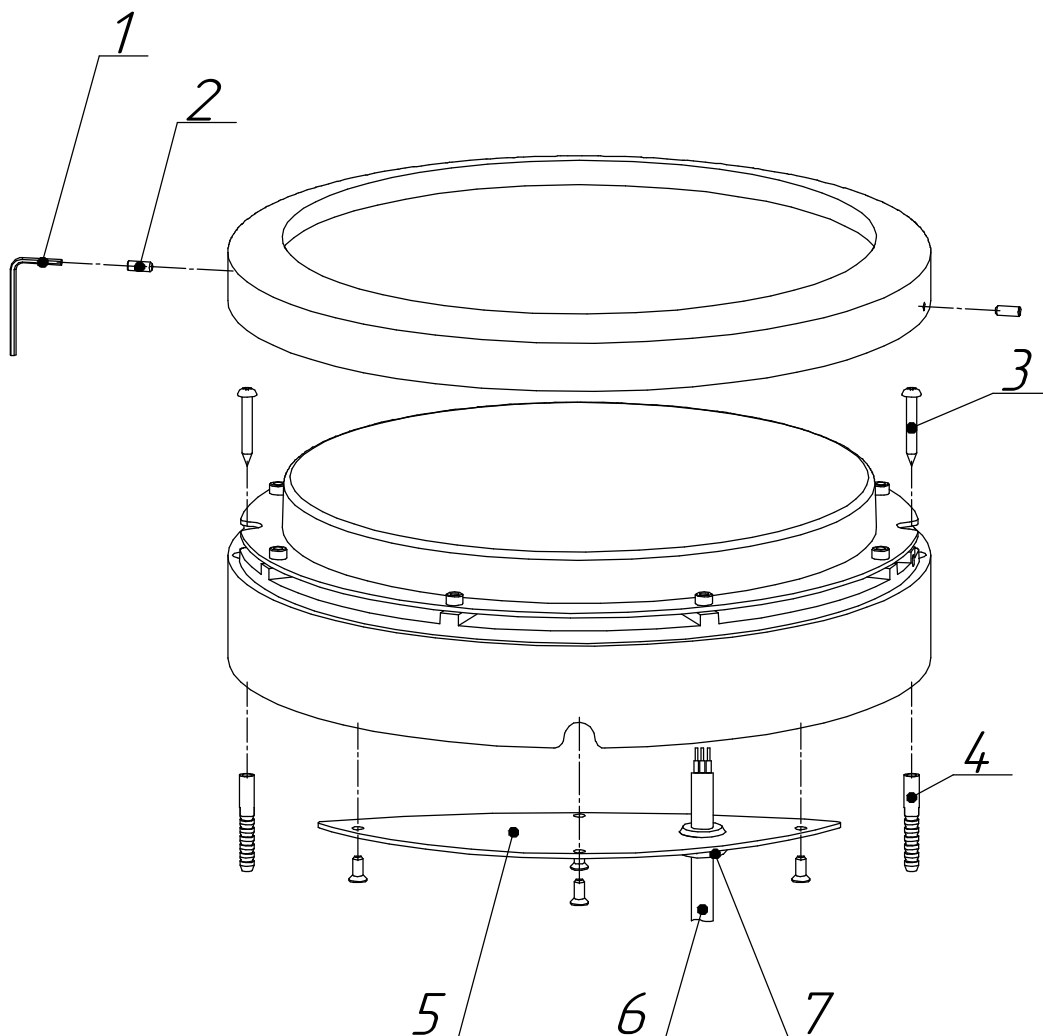
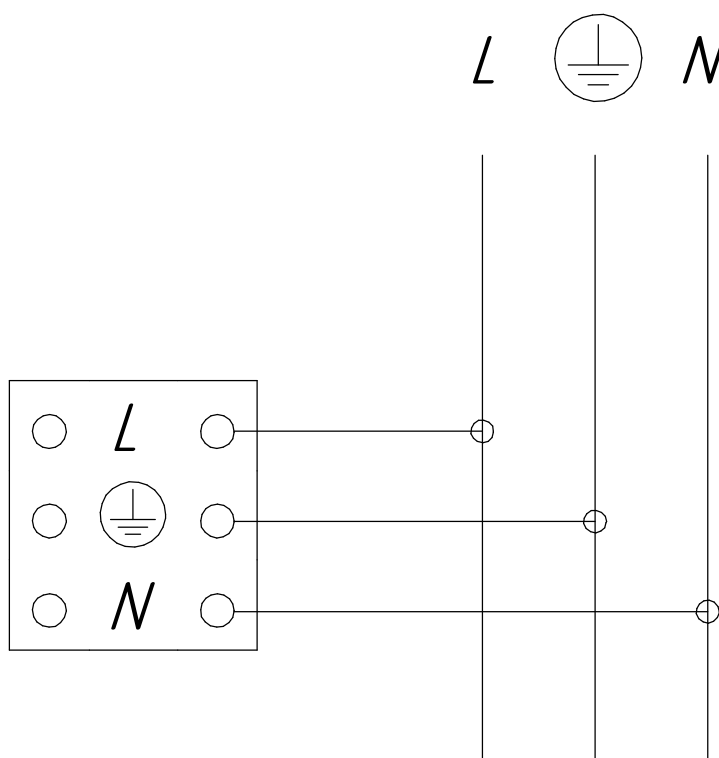

Рисунок 2 - Схема монтажа светильника
Рисунок 3 - Схема подключения светильников
5.3 Выкрутите винты поз. 8 и снимите крышку отсека подключения поз. 5. Пропустите кабель подключения сети поз. 6 через кабельный ввод на крышки поз. 7 (рисунок 2) и подключите светильник к питающей сети (рисунок 3). Поставьте крышку на светильник.
5.4 Выкрутите винты крепления обечайки поз. 2 на боковой части светильника при помощи Г-образного ключа 3 мм (в комплект поставки не входит) и снимите обечайку. Закрепите светильник на несущую поверхность при помощи дюбелей поз. 4 и саморезов поз. 3. Установите обечайку на светильник (рисунок 2).